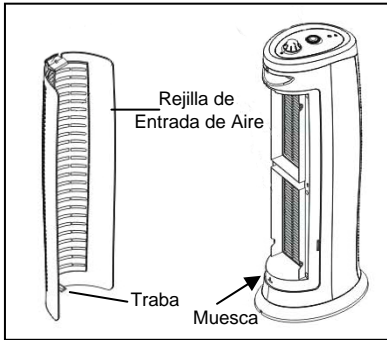

Fig. 2
3. Para volver a colocar la rejilla de entrada de aire, coloque la pestaña de la parte de abajo de la rejilla dentro de la ranura de la base de la unidad y empújela hacia adentro hasta que se traben en su lugar. (Fig. 2 y Fig. 3)